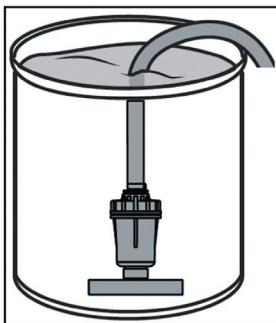

Рис. 13
10. Подключите всасывающий шланг к водопроводу и откройте подачу воды или погрузите всасывающий шланг с фильтром в емкость с водой (рис. 13), предварительно заполнив всасывающий шланг водой.